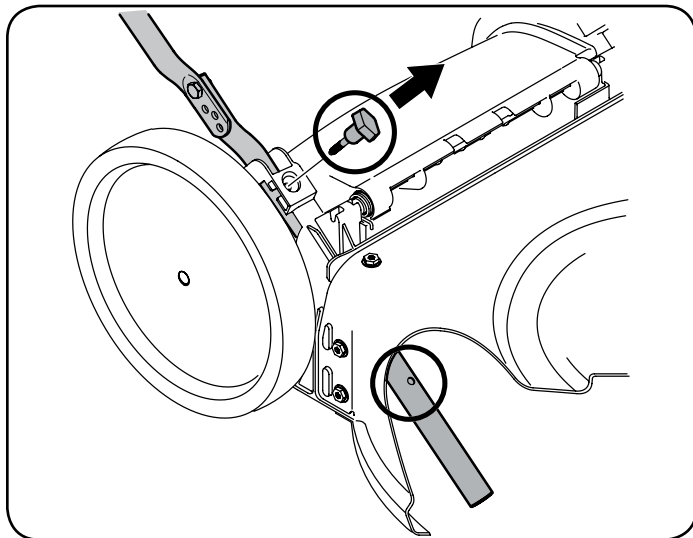

Figura 6
7. La guía de la cuerda, que está conectada a la varilla de sostén, se encuentra sobre el lado derecho de la manija inferior. Vea la Figura 6.
- Utilice abrazaderas de cable proporcionados para asegurar el control de la cuchilla y cables de la unidad a la manija inferior como se muestra en la Figura 6.